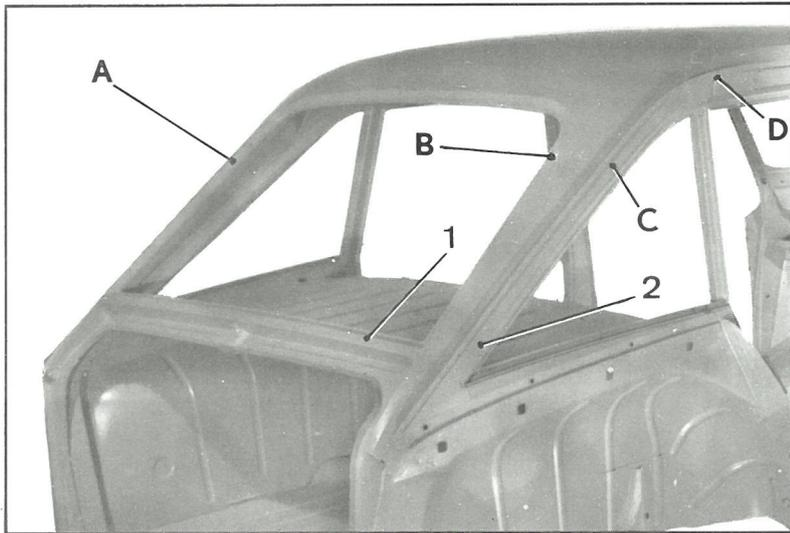

Fig. 1
35. Poser la tôle (1) (fig. 1) de baie de pare-brise
en BD (fig. 1)
1. **Déposer la tôle (1) de baie de lunette arrière** (fig. 1).
2. **Déposer les deux tôles supérieures (2) de custode** (fig. 1).